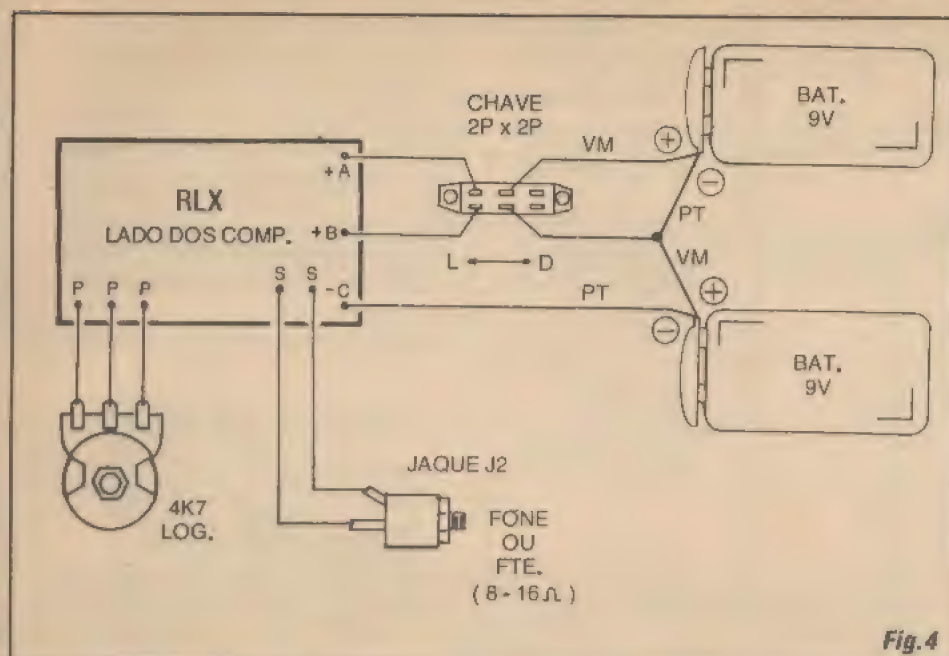

Fig. 4
- **FIG. 4 - CONEXÕES EXTERNAS À PLACA** - Como é *praxe* nas nossas descrições *visuais* das montagens, o diagrama mostra a placa do impresso ainda pelo seu lado *não cobreado*, porém com os componentes que ficam *sobre* a placa, momentaneamente *invisibilizados* (para não colocar obstáculos ao entendimento...). Agora, o que interessa são as ligações externas, também importantes, todas claramente detalhadas... Observar a conexão (independente de *polaridade*, devido ao sistema de saída em *ponte*...) ao *jaque* J2 de saída para os fones ou alto-falante, as ligações aos terminais do potenciômetro (este visto *pela frente*, na figura...) e - principalmente - as *não usuais* conexões